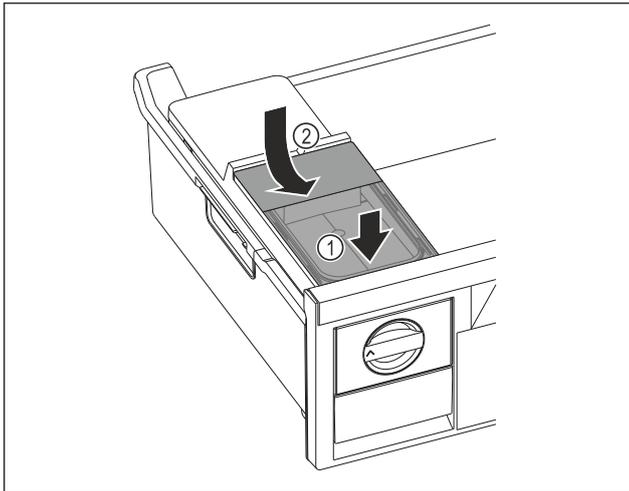

Fig. 127
- ▶ Colocar el depósito de agua por delante. Fig. 127 (1)
- ▶ Bajar el depósito de agua por detrás. Fig. 127 (2)